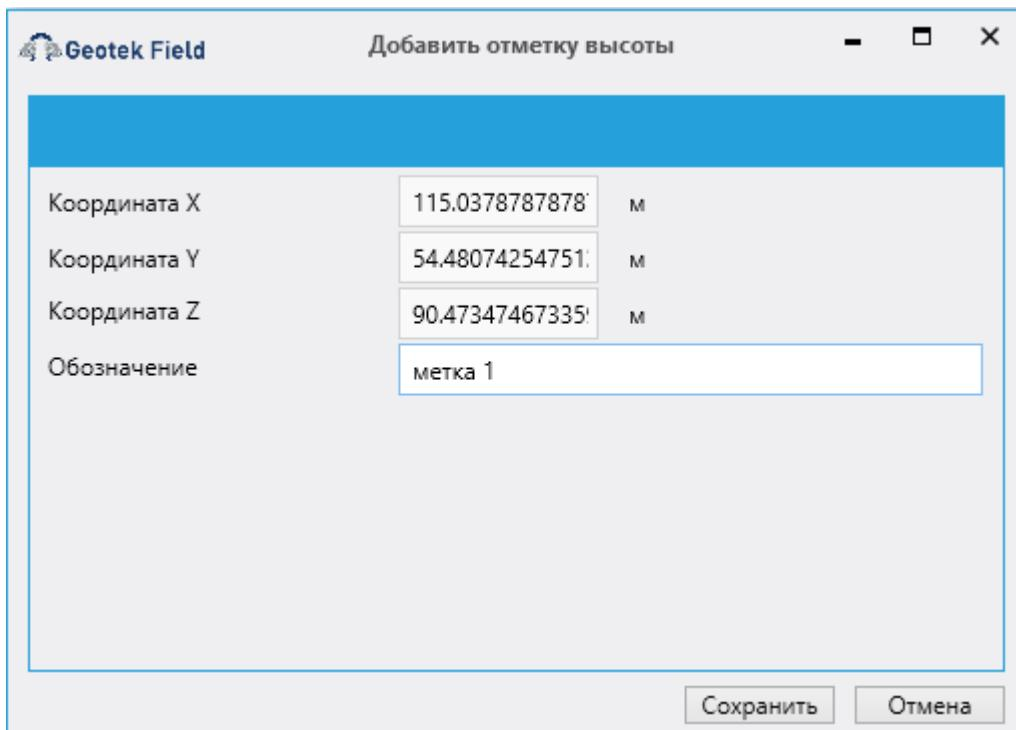

Рис. 3.47. Ввод координат
- Для добавления откоса, как отдельного объекта и быстрого добавления отметок высоты для него следует на вкладке ситуационный план выбрать кнопку «Добавить откос», а затем последовательно отметить на плане точки с отметками высоты. При добавлении каждой отметки будет открыто окно (рис. 3.47). Отметки высоты могут